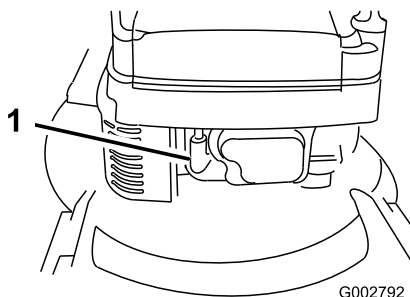

Figura 12
- Collegate il cappellotto alla candela (Figura 12).